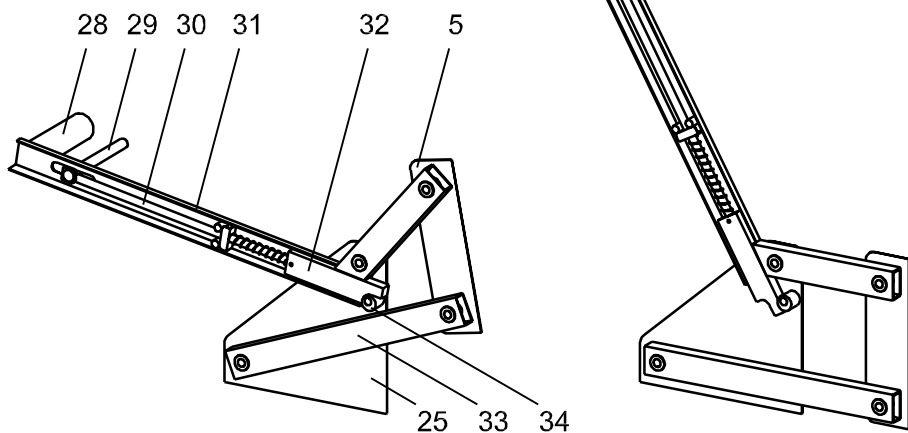

Рисунок 3. Подъемный механизм.
Подъемный механизм 24 служит для подъема циклона 7 вместе с крышкой 11 над бункером 5 и их фиксации в двух положениях - (рисунок 3) **верхнем А** (для обслуживания бункера и циклона) и **нижнем В** (рабочем). Подъемный механизм включает в себя две пары рычагов, выполненных из труб прямоугольного сечения - верхних (Г-образных) 31 и нижних 33, каждый из которых установлен на двух осях между кронштейнами 25 и 6. Между кронштейнами 25 установлены также два эксцентричных упора 34. Внутри верхних рычагов скользят стержни 32, с которыми связаны штоки 30. На штоках установлены пружины сжатия, поджимающие стержни 32. Верхние рычаги 31 соединены друг с другом поручнем 28, а штоки 30 - тягой 29. На рычагах 31 установлены скобы для крепления кабеля электропитания.
8.4.3. Если зафиксированный в нижнем положении циклон 7 не прижимается плотно бункеру 5, следует отрегулировать подъемный механизм 24. Для этого нужно зафиксировать циклон 7 в нижнем положении, ослабить гайки, фиксирующие эксцентричные упоры 34 (стр. 8, рисунок 3), вращением эксцентричных упоров 34 по часовой стрелке добиться плотного прилегания циклона 7 к бункеру 5, и затянуть гайки.